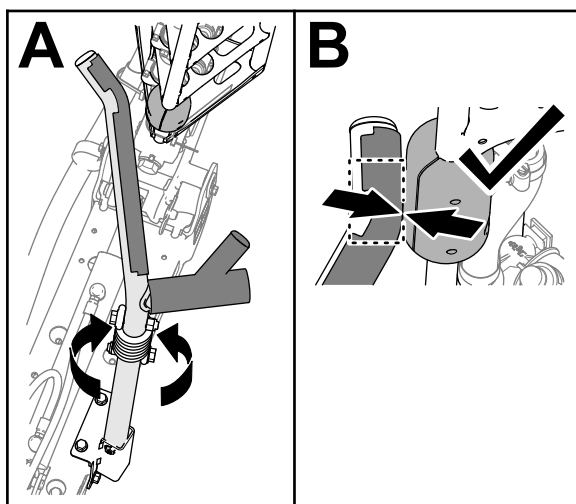

図 112
4. クレードルアセンブリを回転させてクレードルチューブをブームの上部チューブにあるスライドブロックに合わせる 図 112。
注 ブロックが上側クレードルチューブの曲がり部分に当たっていれば調整は適切です 図 112。